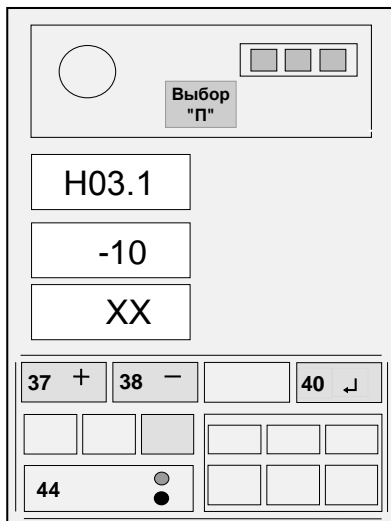

Рисунок 16 - Ввод температуры
Если величина измеренной температуры воздуха отличается от выдаваемой на средний ИЖЦ более, чем на 3 °С, нажатием кнопки 44 установить на верхнем ИЖЦ код "H03.1" (см. рисунок 16), а затем, нажимая кнопки "+" (37) и "-" (38), установить, контролируя по показаниям среднего ИЖЦ, значение температуры, равное показаниям термометра.